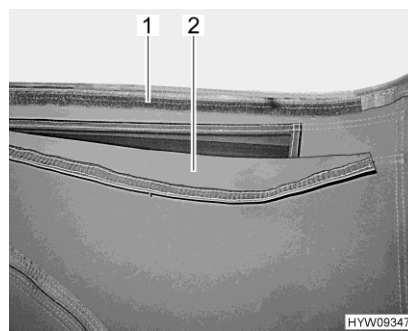

Fig. 60 Aerazione (aperta)
- Portare verso l'alto la membrana in tessuto (Fig. 60,2) e spingerla sulla parte in velcro (Fig. 60,1).